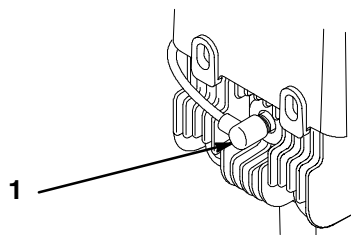

Figure 7
1. S'assurer que la bougie est bien connectée (Fig. 7).